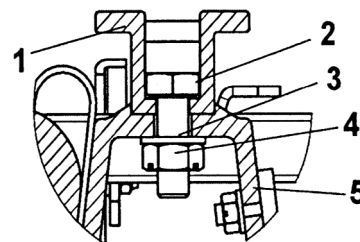

Abb. 3: Befestigung der Bef. Bügel mit der Fallschutzschiene
1. Montage der mobilen Einholmleiter (Abb.3)